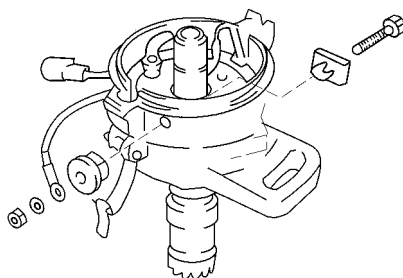

图 5-28 安装端子
(6) 安装端子。装上端子和绝缘体，连接电容器配线，装上弹簧垫圈和螺母，暂不要旋紧，如图 5-28 所示。